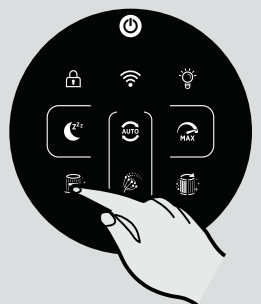

Рис. 12
Функция СИГНАЛА ОЧИСТКИ ФИЛЬТРА [Рис. 12]:
- Нажмите и удерживайте кнопку ОЧИСТКИ или ЗАМЕНЫ ФИЛЬТРА в течение 3 секунд, после чего передается звуковой сигнал, указывающий на успешный сброс настройки; при этом подсветка кнопки гаснет. [Рис. 12,13]